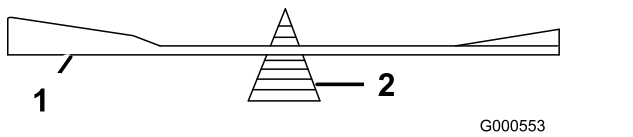

Рисунок 77
2. Перевірте баланс ножа, встановивши його на балансір леза (Рисунок 77).